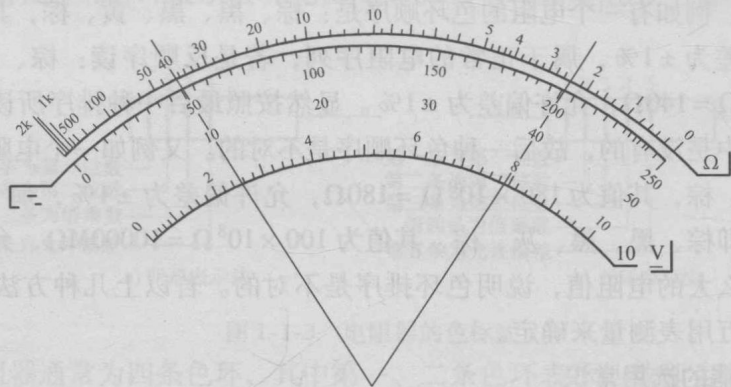

图 1-1-6 电阻挡指针读数范围
(2) 量程的选择 由于电阻挡刻度不均匀，为提高测量精度，选择量程时应使指针指示值尽可能指示在刻度中间位置，即全刻度起始的 20% ~ 80% 弧度范围内，如图 1-1-6 所示。